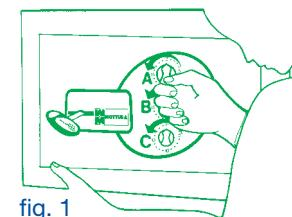
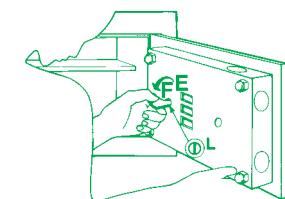

fig. 1
fig. 2
Mettre les boutons externes A, B et C dans la position zéro en les faisant tourner vers la gauche comme indiqué fig. 1.
- Mettre les boutons A, B et C dans la position zéro en les faisant tourner vers la gauche, comme indiqué fig. 1.
- Mettre les trois boutons A, B et C dans la position zéro en les faisant tourner vers la gauche comme indiqué fig. 1.
- Tourner le pivot de changement de combinaison vers la gauche de la position E à la position F, comme sur la fig. 2, et remettre les boutons externes A, B et C dans la position zéro, comme indiqué fig. 1.